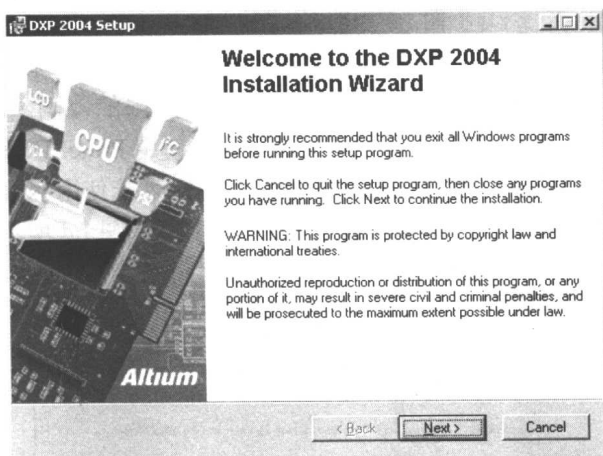

图 1.1 安装向导欢迎窗口
(1) 打开安装盘, 双击“setup”目录下的“setup.exe”文件, 打开如图 1.1 所示的安装向导欢迎窗口。